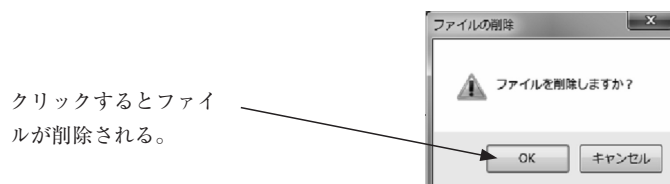

図178
- ④ クリック後、選択したファイルが開かれます。メッセージボックス(図178)が表示されますので、削除する場合は「はい(Y)」ボタンを、削除しない場合は「いいえ(N)」ボタンをクリックします。「はい(Y)」ボタンをクリックするとファイルが削除されます。